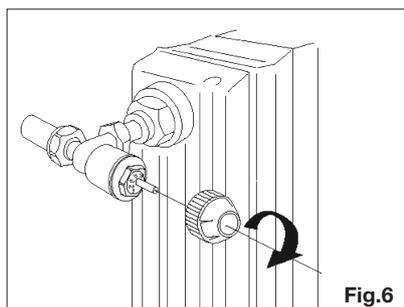

Fig.6
- 1) retire el capuchón del volante del cuerpo de la válvula (**Fig.6**);